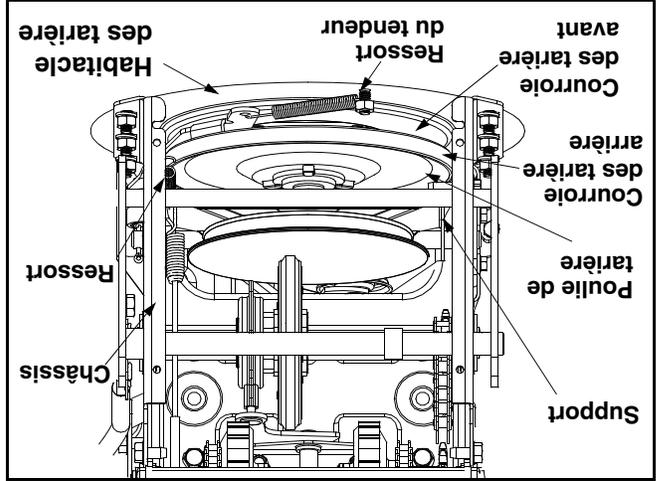

Figure 20
- Dégagez la courroie des tarières de la poulie des tarières et faites glisser la courroie entre le support et la poulie. Répétez cette opération pour déloger la courroie de la tarière avant. Voir la Figure 20.
- Décrochez le ressort de la poulie de tension du boulon hex. qui se trouve sur l'habitacle des tarières. Voir la Figure 20.